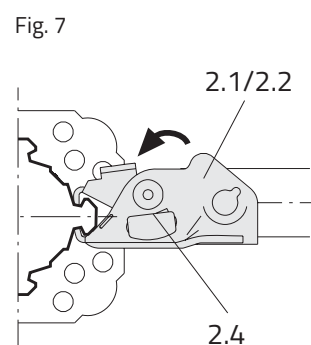

Fig. 7
2. Sæt kilelåsen i indgreb i profilrillerne på MP-røret. Fig. 7
Hegnet er monteret på støtten. Fig. 7